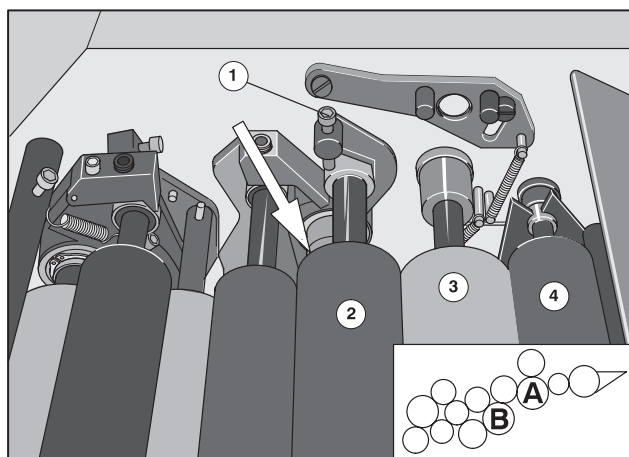

Рис. 50 1-ый передаточный валик
- ❶ Установите ширину полос между 1-ым передаточным валиком (Рис. 50/❷) и растирочными валиками (Рис. 50, А и В) с помощью черного регулировочного винта (Рис. 50/❶) на 4 мм.
Ширина полос краски к дуктору и к растирочному валику (Рис. 50/❸): по 3 мм. Ширина полос краски не регулируется. Если ширина полос краски существенно отклоняется от этого значения, замените красочный передаточный валик.